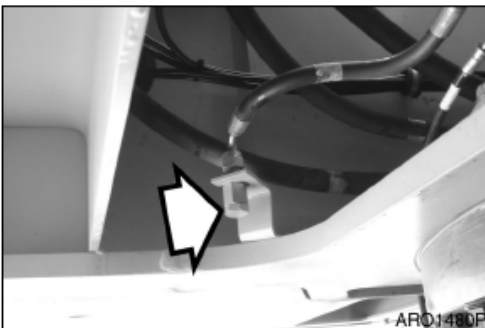

Figura 69
2. Abra el tapón de drenaje (Figura 69).